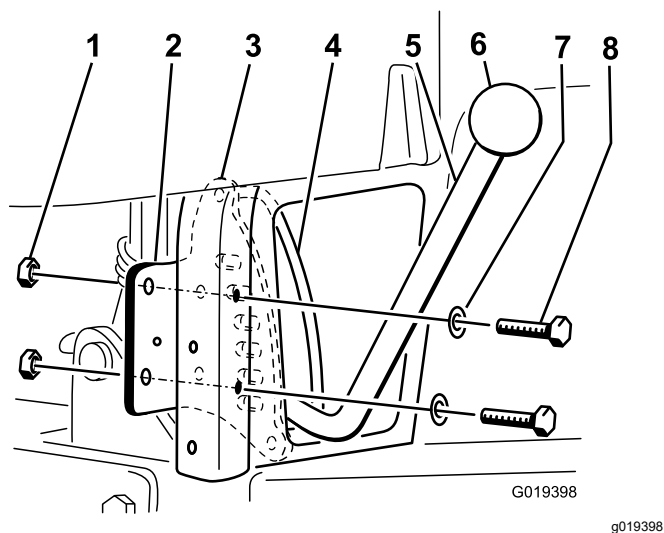

Figura 3
Nota: La palanca debe pasar entre la placa de retención y la guía de la palanca (*Figura 3*).
7. Instale la placa de retención en la parte trasera del tubo vertical derecho del bastidor trasero con 2 pernos (5/16" x 2¼"), las 2 arandelas que retiró en el paso 4, y las 2 contratuercas (5/16"). Posicione las piezas como se muestra en la Figura 3.
8. Enrosque el pomo en la palanca de elevación (Figura 3).